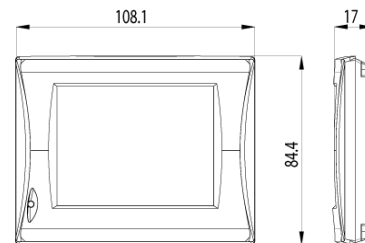

Рисунок 2 - Пульт управления
3.3.1 При подаче электропитания на вентиляционную установку прозвучит звуковой сигнал, оповещающий о готовности к работе, затем ВУ перейдет в дежурный режим. Управление установкой осуществляется с пульта управления (Рисунок 2).